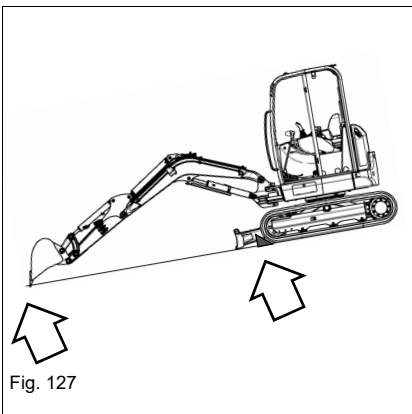

Fig. 127
- Placer des cales pour empêcher que la machine se déplace (voir la Fig. 127).